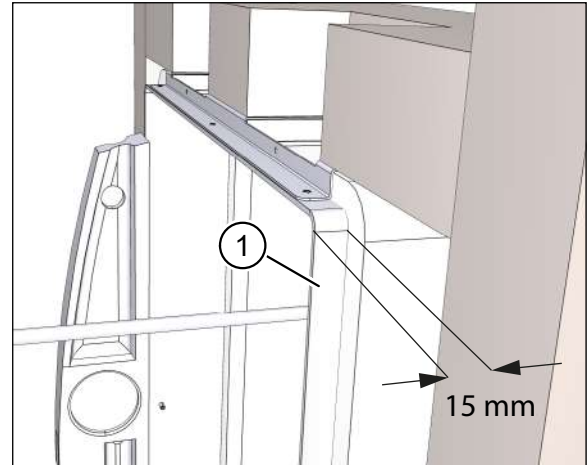
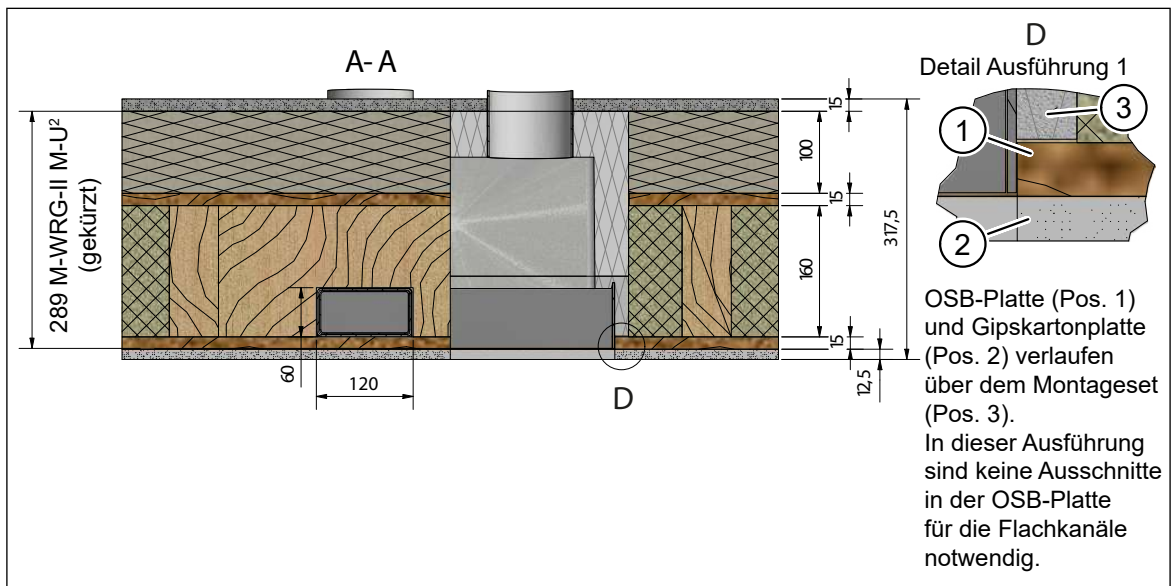
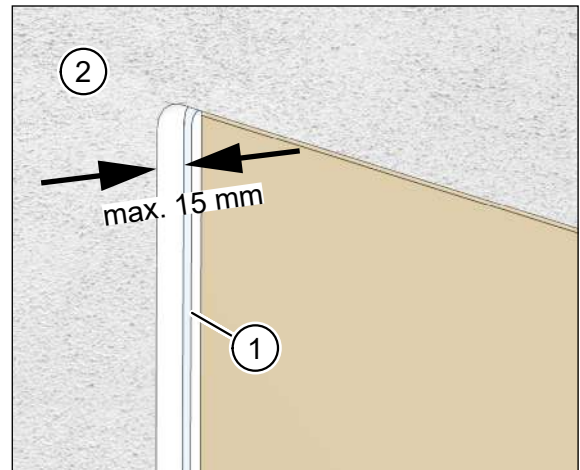

Abb. 51: Putzrahmentiefe 15 mm
Abb. 52: Bündiger Abschluss von Putzrahmen und Innenwandverkleidung
Abb. 62: Verkleidung darf max. 15 mm überstehen
- ▶ Schieben Sie den Mauerkasten soweit zwischen die beiden Riegel ein, dass der Putzrahmen (Pos. 1 in Abb. 51) bündig mit der späteren Innenwandverkleidung (z. B. OSB-Platte + Gipskartonplatte) abschließt bzw. die Innenwandverkleidung geringfügig über den Putzrahmen übersteht (siehe Schnitt A-A und Detail D in Abb. 52 und Abb. 62 auf Seite 50).
- Die Putzrahmentiefe beträgt 15 mm (siehe Abb. 51).
- Die Gipskartonplatte (Pos. 2 in Abb. 62) darf maximal 15 mm über den Putzrahmen (Pos. 1 in Abb. 62) überstehen.